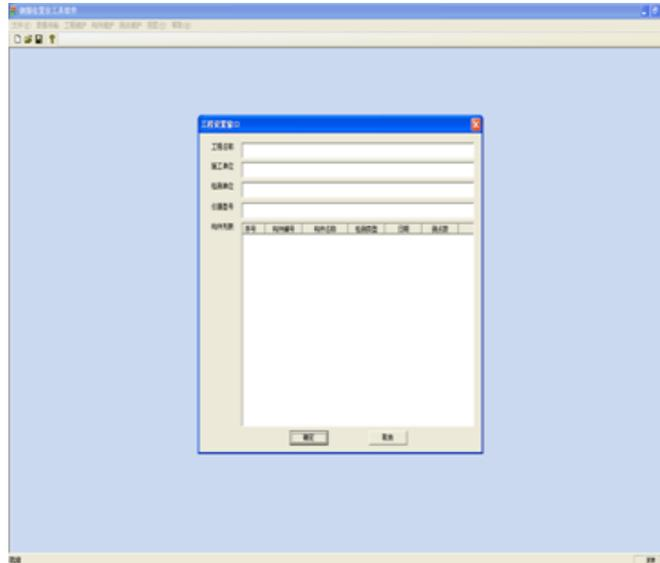

图 6-1
- **【新建工程】**新建一个工程文件（.pro 文件），测试数据都是工程文件的方式来保存的，一个工程文件可包含若干个构件数据。见图 6-1